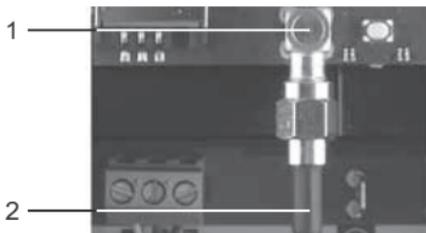

Fig. 2 SMA-M-kontakt
Anslut antennkabeln (pos. 2) till GSM-modulen (pos. 1) med en rak SMA-M-kontakt. Se fig. 2.